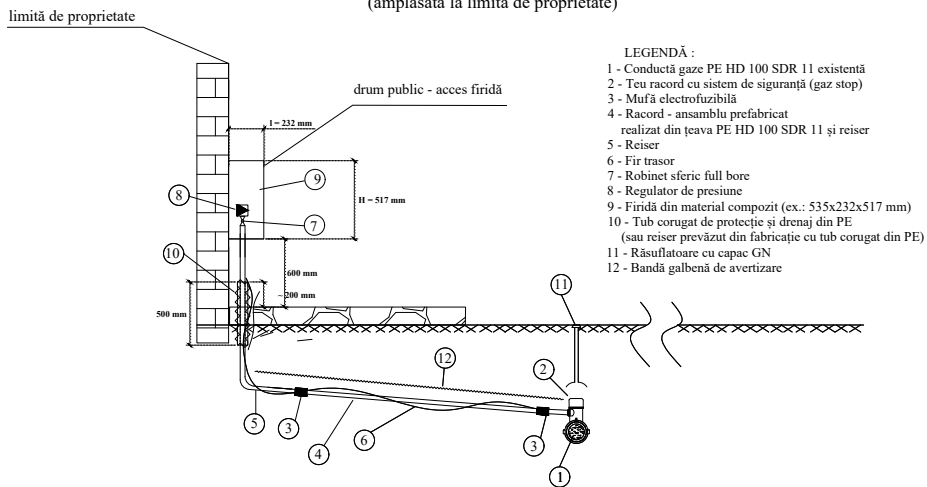

Fig. 2 Firidă montată prin alipire
- ✓ alipire pe un gard / perete exterior, stabil, al imobilului alimentat (Fig. 2);